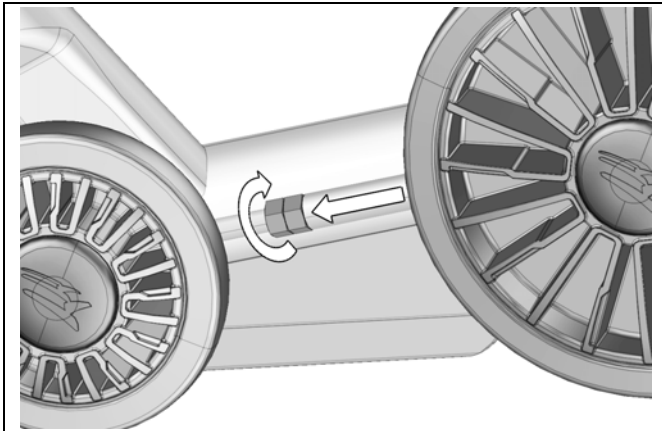

Abbildung 26
- Kettenspanner auf Minimum einstellen. Siehe Abbildung 26.